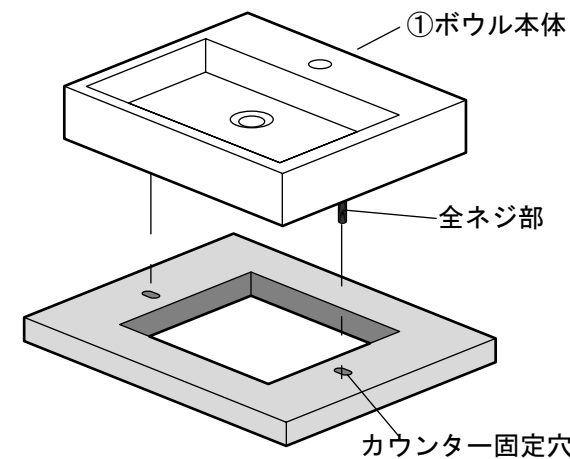

図10
- 6) 前項でボウルに取付けた全ネジ部をカウンター固定穴に差込みます。(図10参照)
⑦ワッシャー(小)へ⑧飾りナットを差し込みます。